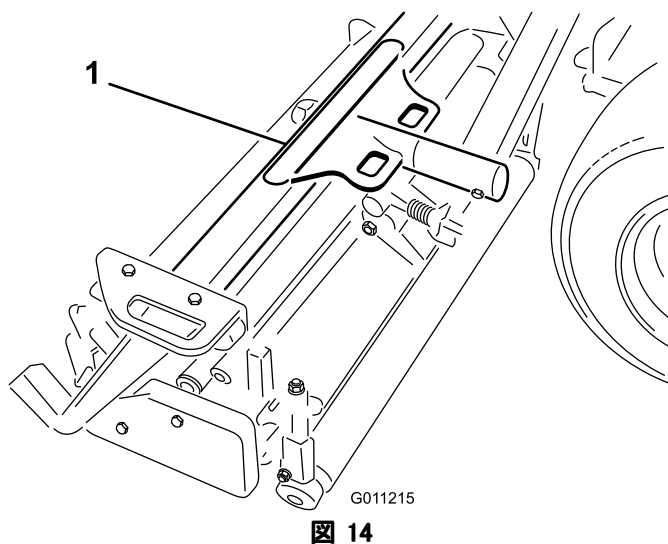
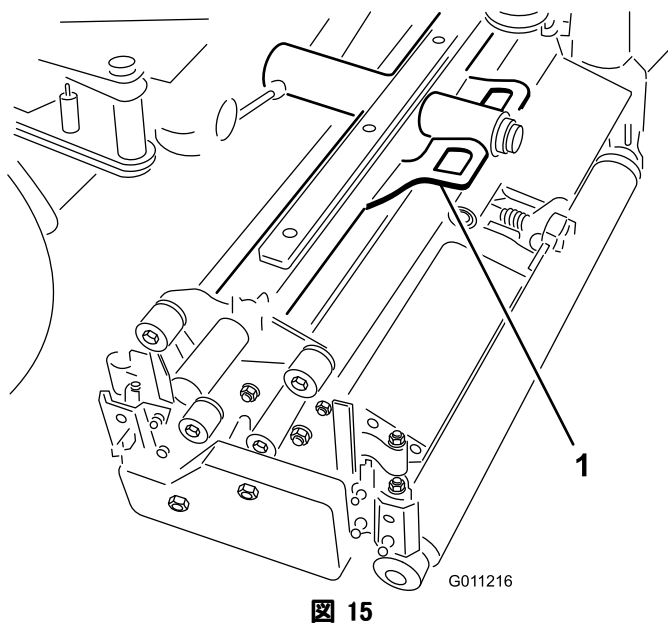
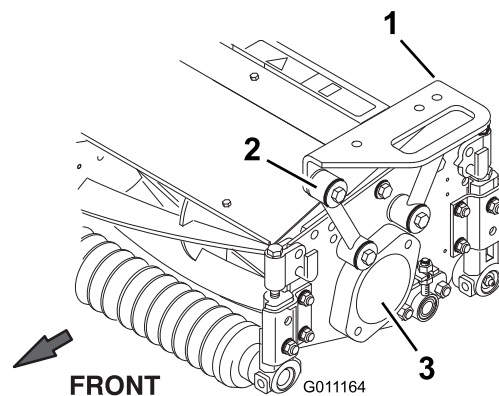

図 14
図 15
図 16
2. 前キャリア・フレーム（図 14）を各前カッティングユニットに載せる。取り付け穴を取り付けリンクに合わせる（図 16）。
3. 後キャリア・フレーム (図 15) を後カッティングユニットに載せ、取り付け穴を取り付けリンクに合わせる (図 16)。
4. キャップスクリュ ((3/8 x 2-1/4 inch)、平ワッシャ 2 個、ロックナット 1 個) を使用して、取り付けリンクとキャリア・フレームを連結する (図 16)。取り付ける時にリンクの各側にワッシャを入れる。4.3 kg.m にトルク締めする。
5. 残りのカッティングユニットからは、ベアリング・ハウジングに入っている出荷用のプラグ（栓）を取り出す（図 16）。